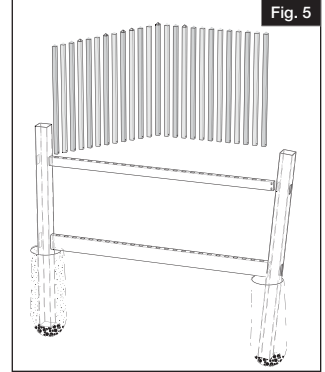

Fig. 5
- b. Starting from the left side, insert pickets/boards down through the top rail. Finish by locking pickets/boards into bottom rail (Fig. 5).
- En partant du côté gauche, insérer les barreaux ou les planches dans la traverse supérieure. Puis, enclencher les barreaux ou les planches dans la traverse inférieure (Fig. 5).